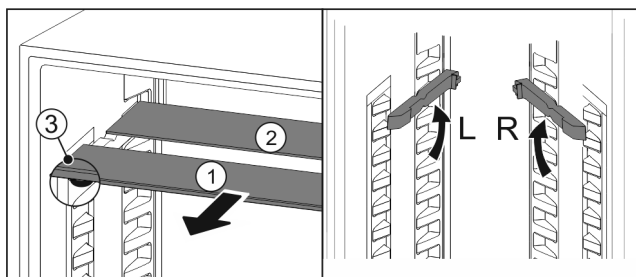

Fig. 94
- ▶ 将玻璃隔板逐个向前拉出 Fig. 94 (1)。
- ▶ 带装饰条的玻璃隔板 Fig. 94 (1)在前。
- ▶ 阻挡装置 Fig. 94 (3)指向下方。